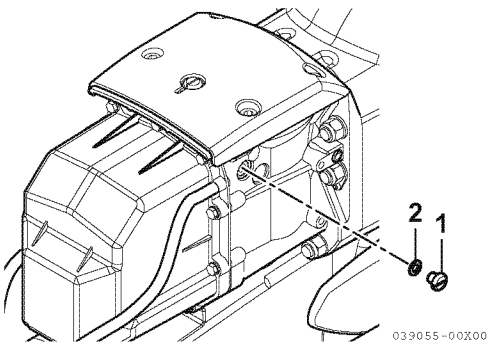

Figura 15
- 1- Retire el tapón respiradero de aceite (1, **Figura 15**) y la junta (2, **Figura 15**).